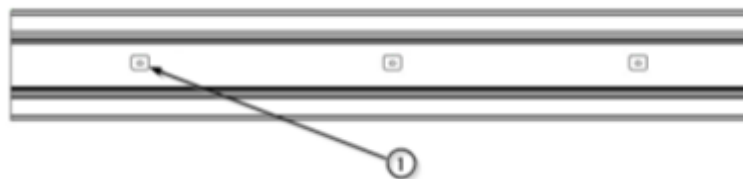

Abb. 6 Befestigungspunkte des ICARUS-Geräts
- Suchen Sie die Befestigungspunkte ① des Geräts, die in der beiliegenden Installationszeichnung angegeben sind. (Siehe Abb. 6)
- Befestigen Sie die Wandhalterungen ③, an denen das Gerät aufgehängt wird, indem Sie die Befestigungselemente ② mit den in Abbildung 6 angegebenen Positionen für die Befestigungspunkte ① gemäß Abbildung 7 ausrichten.